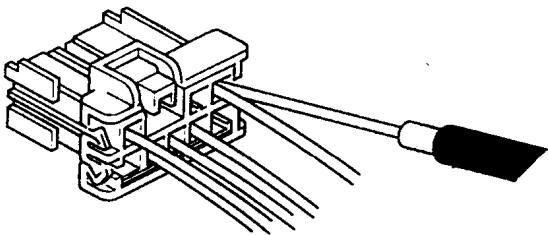

图 1-31 测试插接器(从导线侧插入探针)
- 4) 如果可能, 如图 1-31 所示, 将测试仪的探针从导线侧插入(防水插接器除外)。